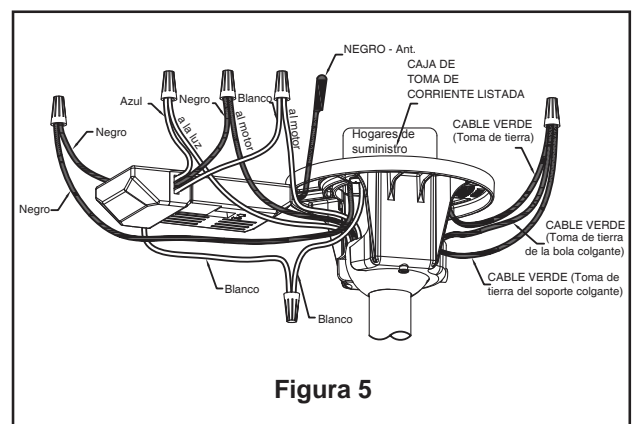

Figura 5
5. Pase los cables a través de la cubierta de unión del motor, la cubierta para el tornillo y el capuchón. (Figura 5)
4. Conecte los cables verdes desde el soporte colgante y la bola colgante en el cable desnudo (toma de tierra) utilizando el conector de cables suministrado. Conecte el cable negro desde la unidad del receptor marcado "AC IN L" al cable negro de suministro de electricidad utilizando el conector de cables suministrado. Conecte el cable blanco desde la unidad del receptor marcado "AC IN N" al cable blanco de suministro de electricidad utilizando el conector de cables suministrado. Conecte el cable blanco desde la unidad del receptor marcado "TO MOTOR N" al cable blanco del ventilador utilizando el conector de cables suministrado con el receptor. Conecte el cable blanco desde la unidad del receptor marcado "TO MOTOR L" al cable blanco del ventilador utilizando el conector de cables suministrado con el receptor. Por último, conecte el cable azul del receptor al cable azul de la luz del ventilador utilizando el conector de cables suministrado. Coloque todos los cables conectados y la antena del receptor para permitir la instalación de la cubierta del techo. (Figura 5)
5. Luego de empalmar los cables y realizar la conexión, sepárelos y dóblelos hacia arriba con el conductor con conexión a tierra y el conductor con conexión a tierra del equipo debe ir en un lado de la caja de distribución eléctrica y el conductor sin conexión a tierra debe ir del otro lado. (Figura 5)